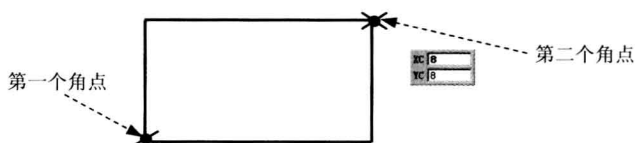

图 2.8.8 两点方式
- Step 4** 单击中键，结束矩形的创建，结果如图 2.8.8 所示。